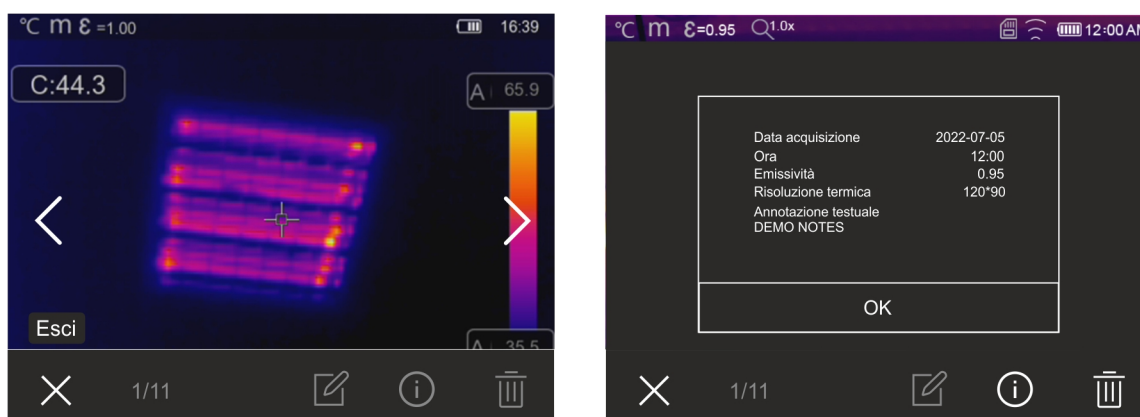

Fig. 49: Richiamo a display immagini salvate
1. Toccare l'icona  per entrare nella galleria delle immagini e video salvati nella memoria dello strumento o nella micro SD card. La videata di Fig. 49 – parte sinistra seguente è mostrata a display
3. Toccare l’icona “i” per aprire la sezione con le informazioni sull’immagine salvata. La videata di Fig. 49 – parte destra è mostrata a display